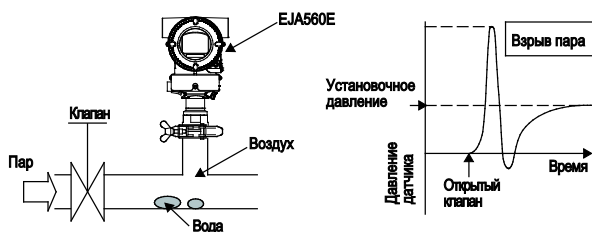

Рисунок 5. Паровой взрыв при контакте пара и воды
- Паровой взрыв при контакте пара и воды (Рис. 5)